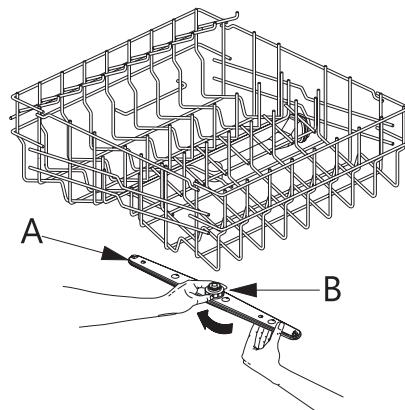

Fig. 6-02
- Para retirar la tobera de rociado **superior** (ref. A fig. 6-02) desenrosque la virola de retención (ref. B fig. 6-02) en sentido horario. Una vez efectuada la limpieza, vuelva a instalar la tobera de rociado situándola en su lugar y enroscando la virola de retención en sentido antihorario.